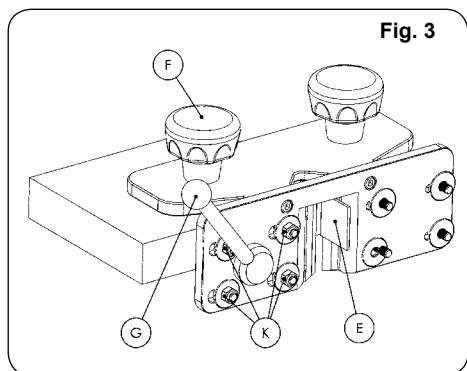
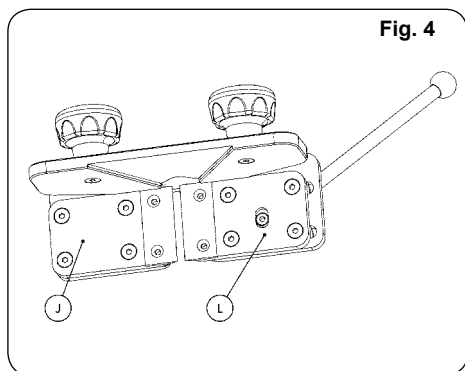

Fig. 3
Fig. 4
Abra las cuchillas accionando la palanca y coloque el retestador sobre el canto del tablero, de modo que la cinta sobrante (E Fig. 3) pase entre las cuchillas. Sujete el retestador con una mano en el pomo correspondiente (F Fig. 3), contra la cara del panel y con la otra accione adelante, de forma suave e uniforme, la palanca (G Fig. 3) para conseguir el corte al ras. Vigile para no dañar el canto durante esta operación.
Para sustituir las cuchillas MD basta con extraer los 4 tornillos (H Fig. 4) que las sujetan.
Coloque las nuevas cuchillas MD en su sitio. Apriete los tornillos (H Fig. 4) que las sujetan. Afloje las tuercas hexagonales M6 (I Fig. 3) del soporte cuchilla fijo (J Fig.
4). No afloje las tuercas hexagonales autoblocantes M6 (K Fig. 3) del soporte cuchilla móvil (L Fig. 4). Accione la palanca (G Fig. 3) hasta el final. Ahora puede acercar el portacuchillas (J Fig. 4) hasta que el filo de ambas cuchillas formen una unión perfecta. Apriete las tuercas hexagonales M6 (I Fig. 3) de nuevo a su posición original. Asegúrese que no quedó espacio entre ambas cuchillas cuando la palanca (G Fig. 3) está accionada.
Open the blades with the hand lever and place the trimmer with the open knives over the edge, so that the excess tape is between the blades (E, Fig. 3). Hold the trimmer on the top of the panel with one hand on the correct knob (F, Fig. 3) and with the other hand press the lever (G, Fig. 3) evenly and slowly forward to cut the edge flush against the work-piece. Be careful when cutting the edges that they don't get damaged.
In order to replace the blades, remove the countersunk screws (4x). (H, Fig. 4) The blades can be resharpen with any grinding service.
Place the HM knives on its position and tighten the countersunk head screws (H, Fig. 4). Loosen both hexagonal screws M6 (I, Fig. 3) from fix blade holder (J, Fig. 4). Do not loose hexagonal screws M6 (K, Fig. 3) on the movable blade holder (L, Fig. 4). Press lever (G, Fig. 3) fully forward. You can now move the blade holder (J, Fig. 4) till both knives will touch perfectly straight. Then close the hexagon bolts M6 (I, Fig. 3) to their position again. Make sure that there is no space between the blades when the lever (G, Fig. 3) is fully forward.
Ouvrez les couteaux en actionnant le levier et placez l'appareil sur le chant du panneau, de sorte que le dépassant du chant (E Fig. 3) passe entre les couteaux. Tenez l'appareil avec une main sur la poignée correspondante (F Fig. 3), contre la face du panneau et avec l'autre actionner, doucement et uniformément, le levier (G Fig. 3) pour obtenir une coupe précise. Faites attention de ne pas abîmer le chant pendant cette procédure.
Pour remplacer les couteaux en carbure il suffit dévisser les 4 vis (H Fig. 4) de fixation.
Placer les nouveaux couteaux carbure en sa place. Serrez les vis (H Fig. 4) de fixation. Desserrez les écrous hexagonaux M6 (I Fig. 3) du support du couteau fixe (J Fig. 4). Ne desserrez pas les écrous hexagonaux autobloquants M6 (K Fig. 3) du support du couteau mobile (L Fig. 4). Actionner le levier (G Fig. 3) jusqu'au bout. Déplacer le portecouteaux (J Fig. 4) jusqu'à le tranchant des deux couteaux forment une union parfaite. Serrez les écrous hexagonaux M6 (I Fig. 3) à sa position initiale. Faites attention qu'il n'y a pas de place entre les deux couteaux quand le levier (G Fig. 3) est actionné.
Öffnen Sie die Messer mit dem Handhebel und setzen Sie das Kappgerät auf die Plattenkante (E, Abb. 3), so dass sich die Kante zwischen den Messern befindet. Fassen Sie das Kantenkappgerät mit einer Hand am Griff (F, Abb. 3) auf der Oberseite und ziehen es gleichzeitig an die Werkstückkante der Platte. Mit der anderen Hand drücken Sie den Hebel (G, Abb. 3) gleichmäßig und langsam nach vorne. Die Messer schneiden die Kante bündig am Werkstück ab. Achten Sie darauf das Gerät so zu positionieren, dass die Kanten nicht beschädigt werden.
Zum Austausch oder zum Schleifen der Messer werden die 4 Senkschrauben gelöst (H, Abb. 4).
Setzen Sie die HM-Messer wieder ein. Ziehen Sie die Senkschrauben an (H, Abb. 4). Lösen Sie die Sechskantschrauben M6 (I, Abb. 3) von der Messerhalterung (J, Abb. 4). Drücken Sie den Hebel (G, Abb. 3) bis zum Anschlag. Sie können nun die Messerhalterung (J, Abb. 4) genau auf die Messer schieben. Ziehen Sie danach die Sechskantschrauben M6 (I, Abb. 3) wieder an. Vergewissern Sie sich, dass beim Herunterdrücken des Hebels kein Zwischenraum zwischen beiden Messern besteht.
Aprire le lame azionando la leva e posizionare l'intestatore sul bordo del pannello, in modo che il bordo eccedente e (Fig. 3) passa tra i coltelli. Bloccare l'intestatore con una mano appoggiata sul pomolo corrispondente (F Fig. 3) contro la testa del pannello e con l'altra azionare in avanti in modo dolce e uniforme la leva (G Fig. 3) per ottenere un taglio a filo. Fare attenzione a non danneggiare il bordo durante questa operazione.
Per sostituire le lame in MD, basta rimuovere le 4 viti (H Fig. 4) che le fissano.
Montare le nuove lame MD nella loro sede. Svitare le viti (H Fig. 4) che le fissano. Allentare i dadi esagonali da M6 (I Fig. 3) del porta lama fisso (J Fig. 4). Non allentare i dadi esagonali autobloccanti M6 (K Fig. 3) del porta lama mobile (L Fig. 4). Azionare la leva (G Fig. 3) fino alla fine. Ora puoi avvicinare il portalamo (J Fig. 4) finché il bordo di entrambi i coltelli formino una perfetta unione. Serrare nuovamente i dadi esagonali M6 (I Fig. 3) nella loro posizione originale. Assicurarsi che non ci sia spazio tra le due lame quando la leva (G Fig. 3) viene azionata.
Abra as navalhas utilizando a alavanca e coloque o retestador no canto do painel, de modo a que a orla sobranete (E Fig. 3) passe entre as navalhas. Agarre o retestador com uma mão no punho correspondente (F Fig. 3), contra a face do painel e com a outra pressione de forma suave e uniforme, a alavanca (G Fig. 3) para conseguir o corte perfeito. Tenha o cuidado de não danificar a orla durante essa operação.
Para substituir as navalhas em MD basta extrair os 4 parafusos (H Fig. 4) que as fixam.
Coloque as novas navalhas em MD no seu lugar. Aperte os parafusos (H Fig. 4) que as fixam. Desaperte as porcas hexagonais M6 (I Fig. 3) do suporte da navalha fixa (J Fig. 4). Não desaperte as porcas hexagonais autoblocantes M6 (K Fig. 3) do suporte da navalha móvel (L Fig. 4). pressione a alavanca (G Fig. 3) até ao fim. Agora pode mover o suporte das navalhas (J Fig. 4) até que o fio de ambas as navalhas formem uma união perfeita. Aperte as porcas hexagonais M6 (I Fig. 3) de novo na sua posição original. Certifique-se que não ficou espaço entre ambas as navalhas quando a alavanca (G Fig. 3) está pressionada.